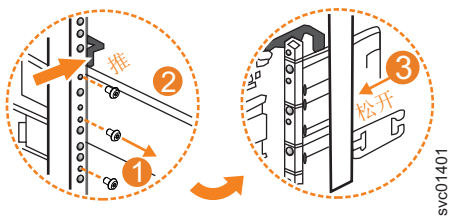

图 133. 从后部机架支架中卸下导轨组合件
3. 卸下用于将内部导轨部件连接到后部支架的两颗螺钉，如第 132 页的图 133 中所示。
4. 向前拉动导轨以使其脱离后部支架，如图 133 中所示。